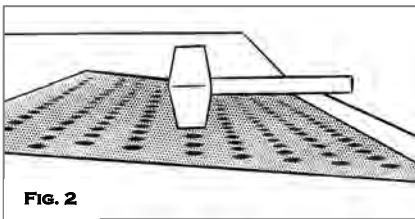
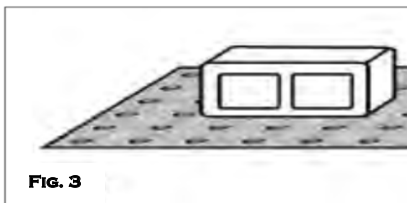

Fig. 2
Fig. 3
3. Using a rubber mallet, tap the entire surface of the tile to ensure consolidation around the anchors. **(Fig. 2)**
**NOTE: Installing tiles after moisture is gone from the top will help control floating.** If needed, weight may be added. **(Fig. 3)**
3. Usando un mazo de goma, pulse toda la superficie de la baldosa, asegurando la consolidación alrededor de los anclajes. (Fig. 2) **NOTA: La instalación de baldosas después de que la humedad se haya evaporado de la parte más superficial ayudará a controlar que flote. Si es necesario se puede agregar un peso. (Fig. 3)**